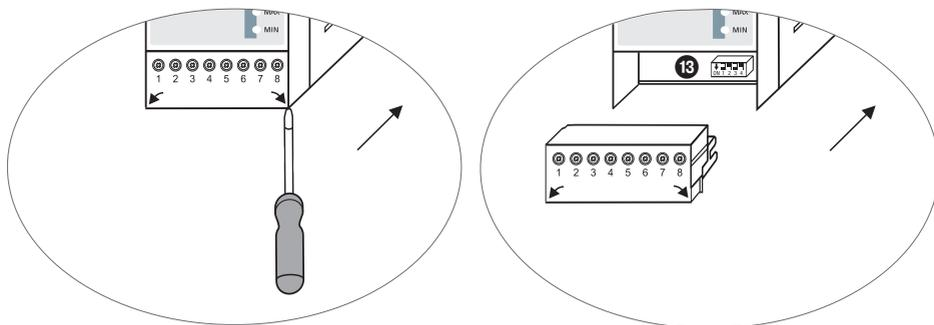

Fig. 6
- Extraer la regleta de bornes **inferior**. **Fig. 6**